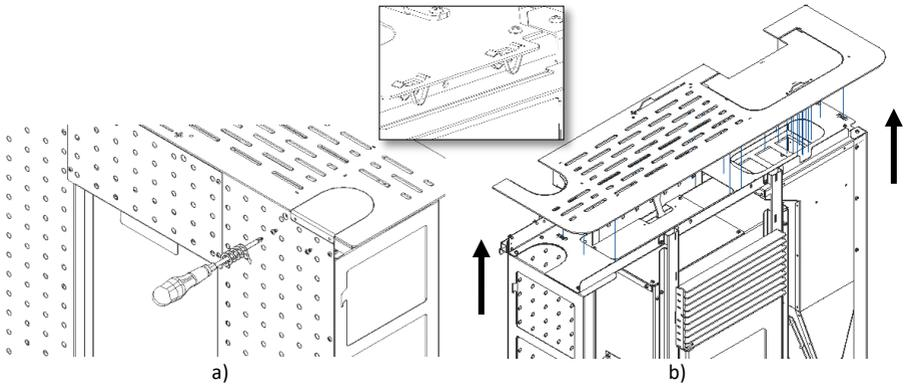

Figure 28 – Retrait couvercle
a) Retirez le dessus de l'équipement. Dans un premier temps, enlevez le petit couvercle qui est fixé à l'arrière en desserrant les deux vis (Figure 28-a). Ensuite, le couvercle
doit être déplacé avec une force dans le sens indiqué, aucun outil n'est nécessaire car le couvercle s'insère rapidement dans les ressorts (Figure 28-b).